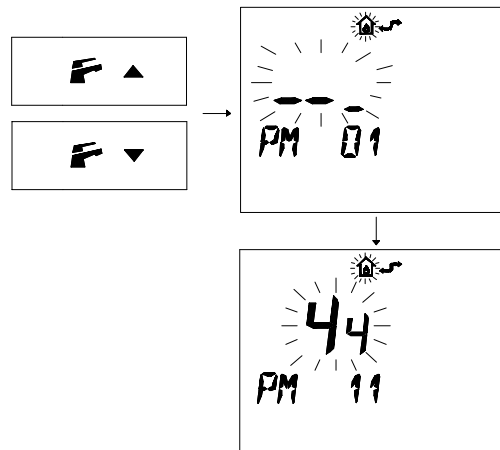

Figura 5.55
- Premere i pulsanti   o   per visualizzare la programmazione "PM11" della postcircolazione pompa (Figura 5.55).